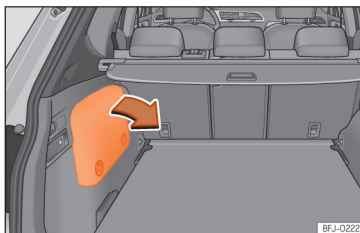

Abb. 243 Plug-in-Hybridfahrzeuge (PHEV): Einbauort der Batterie im Kofferraum
- Die 12-Volt-Fahrzeugsbatterie befindet sich an der linken Seite im Staufach »» » (Abb. 243).